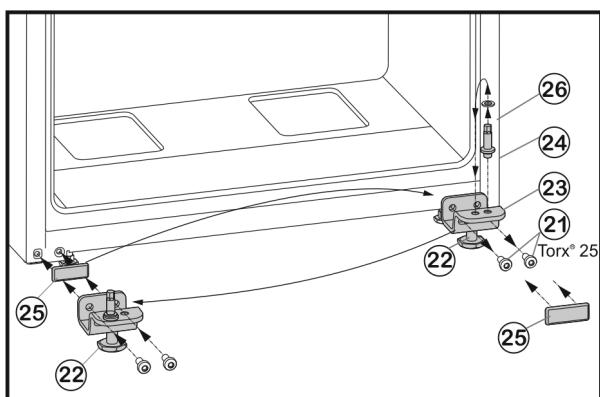

Fig. 8
- Sabitleme vidalarını Fig. 8 (21) sükün.
- Alt yatak mesnedini Fig. 8 (23) komple yatak somunu Fig. 8 (24), cam Fig. 8 (26) ve ayarlama ayağı ile birlikte Fig. 8 (22), çıkarın.
- Yatak somununu Fig. 8 (24) komple, camı ile birlikte Fig. 8 (26) sükün, karşısındaki yatak mesnedinin giriş deliğine göre ayarlayın ve tekrar sıkıca vidalayın.
- Kapak plakasını Fig. 8 (25) dikkatli bir şekilde çıkarın ve karşı tarafa ayarlayın.
- Alt yatak mesdenini Fig. 8 (23) komple, yatak somunu Fig. 8 (24), cam Fig. 8 (26) ve ayarlama ayağı ile birlikte Fig. 8 (22) gerekirse akülü tornavida kullanarak yeni menteşe tarafına sıkıca (4 Nm ile) tekrar vidalayın.
- Kapıyı üstten yatak civatalarına Fig. 8 (24) takın.
- Alt yatak mesdeninde Fig. 8 (22) bulunan Ayarlama ayağını Fig. 8 (23) yerde durana kadar sükün.